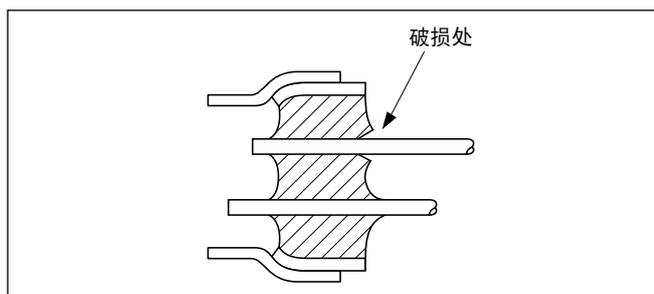

图3
- (1) 要修改弯曲的导脚时，以及要取出晶振等情况下不能强制拔出导脚，如果强制地拔出导脚，会引起玻璃的破裂，而导致壳内真空浓度的下降，有可能促使晶振特性的恶化以及晶振芯片的破损(参阅图 3)。